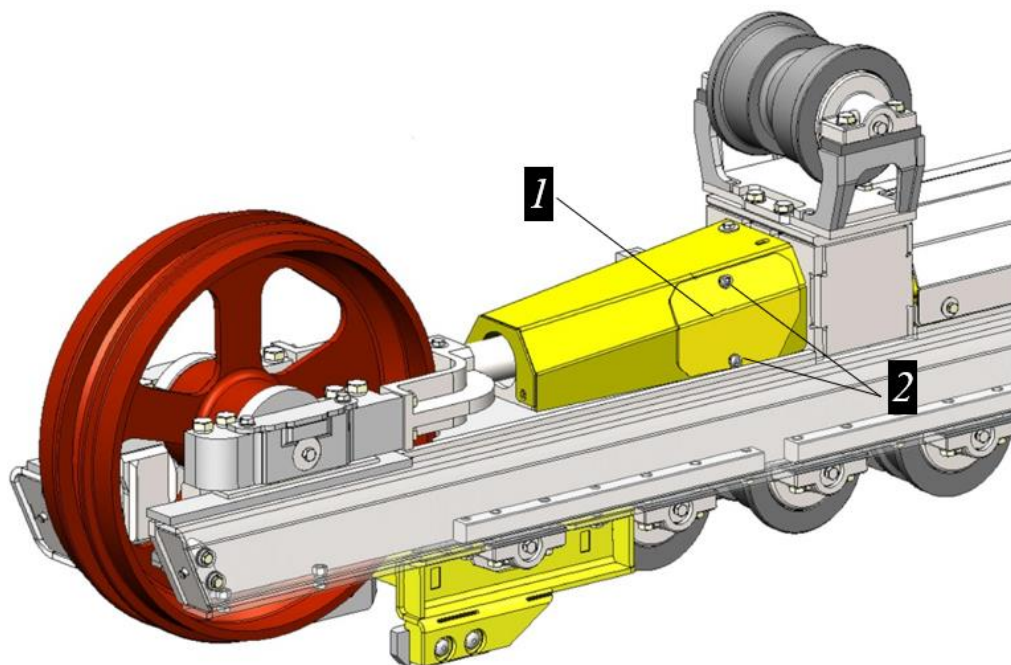

Рисунок 3.126. Крышка на раме гусеничной тележки
- ▶ Очистить защитную крышку 1 и прилегающую к крышке область от загрязнений, рис. 3.126.
- ▶ Открутить 2 винта крепления крышки 2, рис. 3.126.
- ▶ Установить защитную крышку 1, завернуть крепежные винты 2, рис. 3.126.